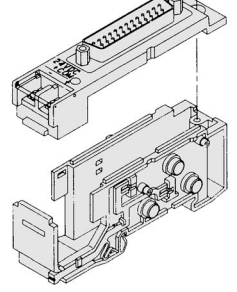

Fig. 2
- 4** Desserrez la vis de montage de la vanne du côté U, retirez la vanne, puis retirez le boîtier de la prise femelle. (Reportez-vous à la Fig. 2.)